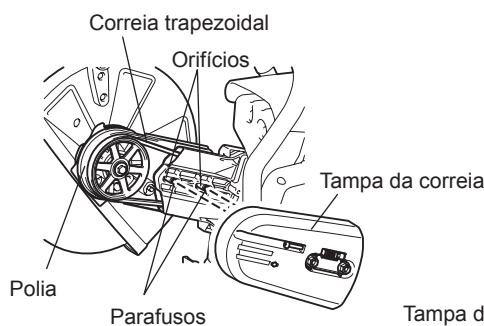

Fig. 6
- (6) Vire o acessório de corte removido, passe o parafuso pelo orifício e instale na direcção B. Instale novamente a correia trapezoidal na polia. (Fig. 6)